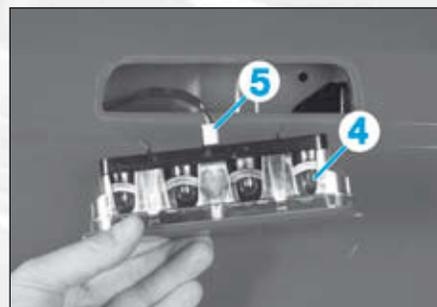
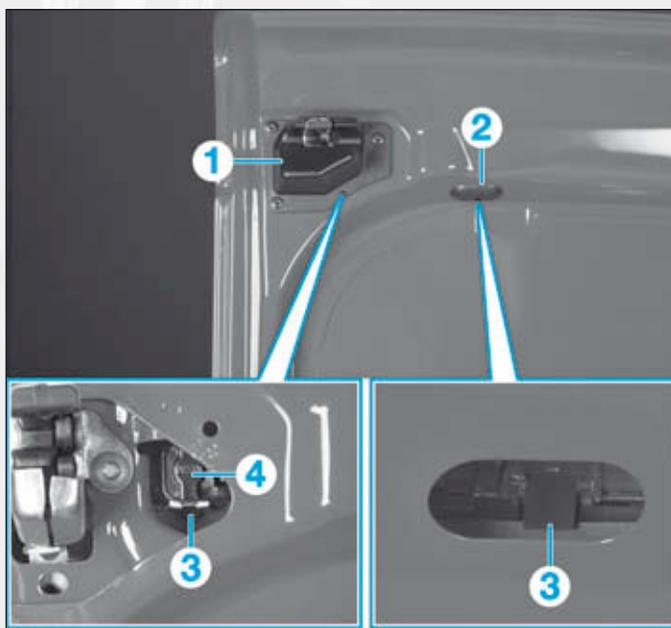

FIG.67
FIG.66
- Déposer le cache (1) de la serrure supérieure et l'obturateur caoutchouc (2) (Fig.66).
- Dégrafer le troisième feu stop (4) en (3).
- Retirer le troisième feu stop (4) de la porte.
- Débrancher le connecteur (5) du troisième feu stop (4) et le déposer (Fig.67).